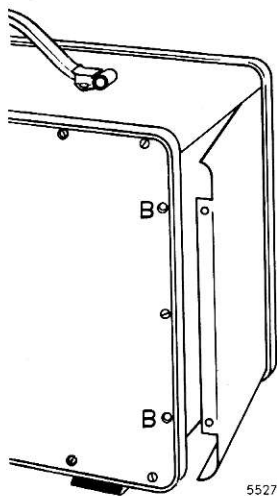

Fig. 6
- b. Faire glisser cette dernière légèrement vers l'avant et la sortir du châssis (voir fig. 6).